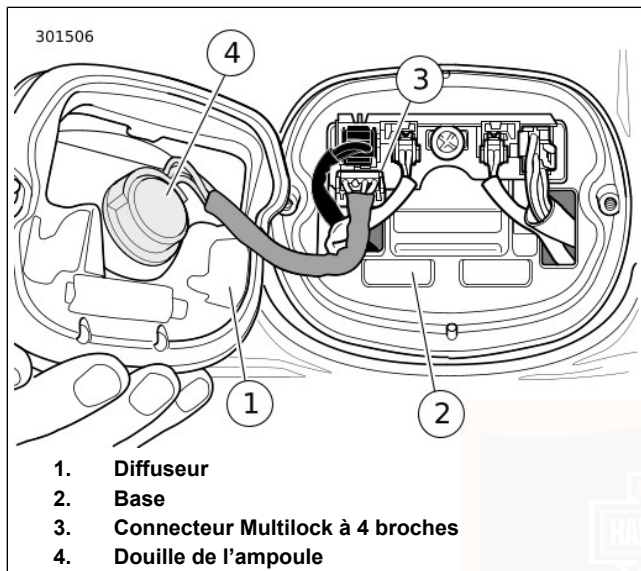

Figure 68. Ensemble du feu arrière
2. Voir Figure 68. Déconnecter le connecteur du feu arrière (3).
3. Tourner la douille d'ampoule (4) de 1/4 de tour dans le sens antihoraire et la retirer de l'ensemble de feu arrière. Tirer l'ampoule de la douille.
2. Insérer la douille (4) dans l'ensemble de feu arrière et la tourner 1/4 de tour dans le sens horaire.
3. Voir Figure 68. Brancher le connecteur de feu arrière (3).